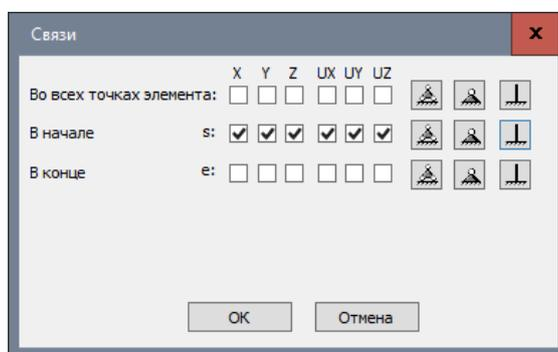

Рис.15.40. Диалоговое окно **Связи**
- Вызовите диалоговое окно **Связи** (рис.15.40) щелчком по кнопке  напротив строки **Связи** в диалоговом окне **Параметры 12 объектов**.